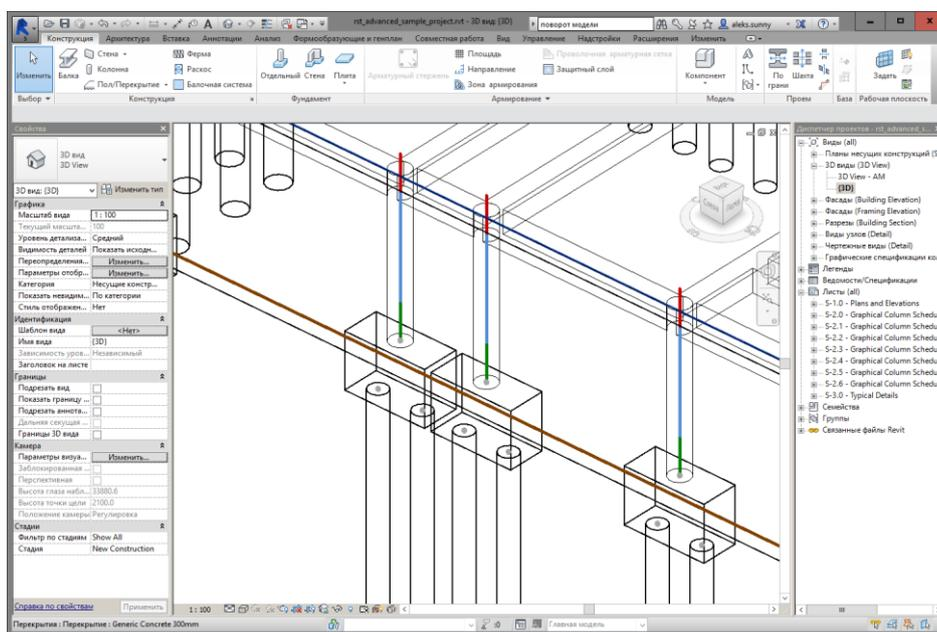

Рис.15.5. Аналитическая модель свай и свайных ростверков
- Также обратите внимание, как в аналитической модели Revit Structure представлены свайные ростверки и сваи – в виде узлов фундамента в месте пересечения ростверка с колонной и ростверка со сваями (рис.15.5).